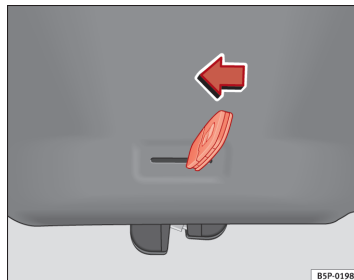

Fig. 66 Bagklap: nødoplåsning
- Sæt nøglen i slidsen, og lås låsesystemet op ved at bevæge nøglen fra højre mod venstre i pilens retning ⇒ Fig. 66.